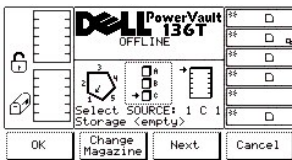

Abbildung 13. Dialogfeld "Status" > "Library" > "Slot" > "Change Magazine"
- 1 Wenn die Taste unter dem Softkey **Next** gedrückt wird, wechselt der aktuelle Quellenparameter von "Column" zu "Magazine", und das Dialogfeld "Change Magazine" wird angezeigt (siehe Abbildung 13).